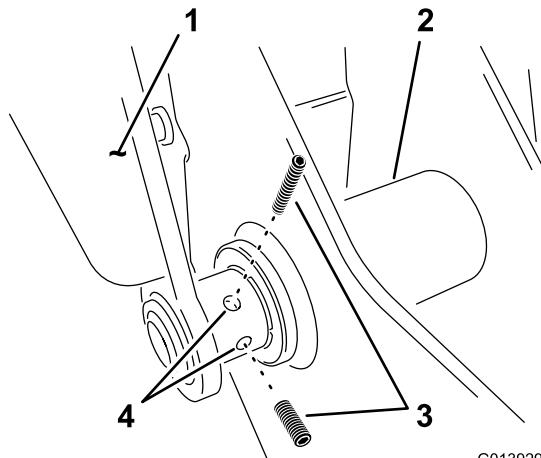

Figura 6
17. Montate una vite a pressione sul braccio sinistro nel punto inferiore della cerniera (Figura 6).